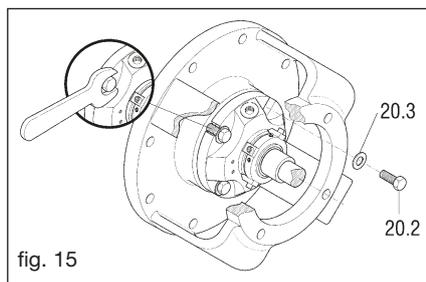

fig. 15
- desaparafusar os parafusos (20.2) que fixam o flange da vedação ao plano de apoio do motor (fig. 15).
- retirar o suporte do motor (19).
- Remover a vedação (25), o separador (31), o porta-vedação (20) e a guarnição (20.1).
- Apertar cuidadosamente os parafusos (20.2) (fig. 15) de fixação da flange com ação cruzada para evitar tensões no anel de permanência da vedação.